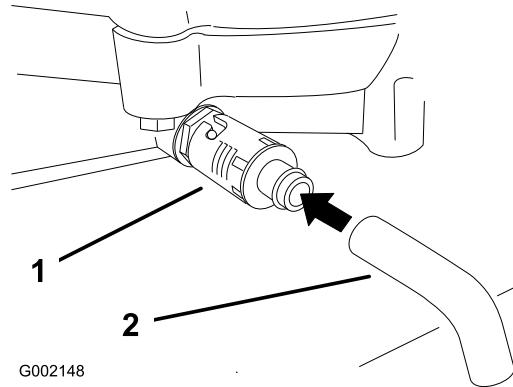

Figura 31
4. Coloque um recipiente debaixo do orifício de escoamento de óleo. Rode a válvula de drenagem de óleo para deixar o óleo drenar (Figura 31).